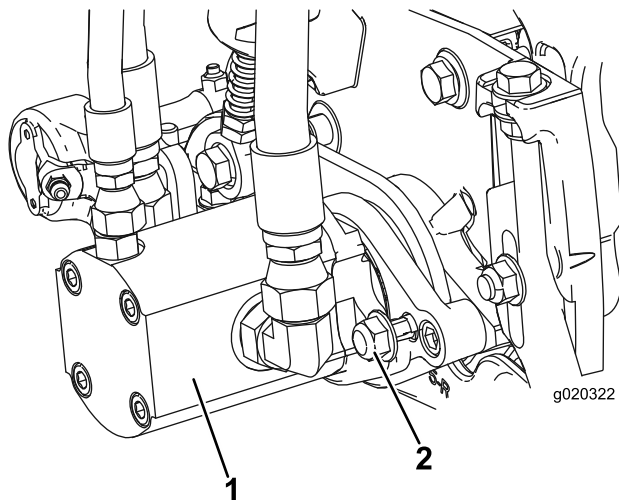

Рисунок 13
17. Установите двигатель, повернув его по часовой стрелке таким образом, чтобы фланцы двигателя не закрывали контргайки (Рисунок 13). Поворачивайте двигатель против часовой стрелки, пока фланцы не охватят гайки, затем затяните гайки.